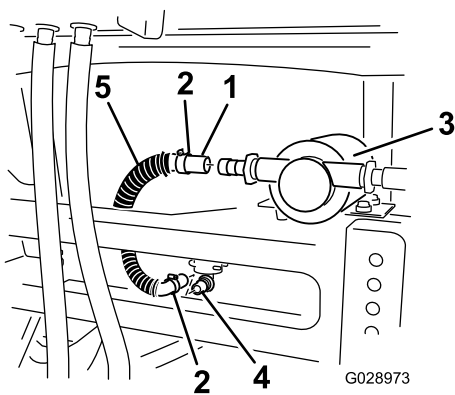

Figura 27
2. Instale uma extremidade do tubo na união de 90 graus na parte inferior do depósito de lavagem (Figura 27).